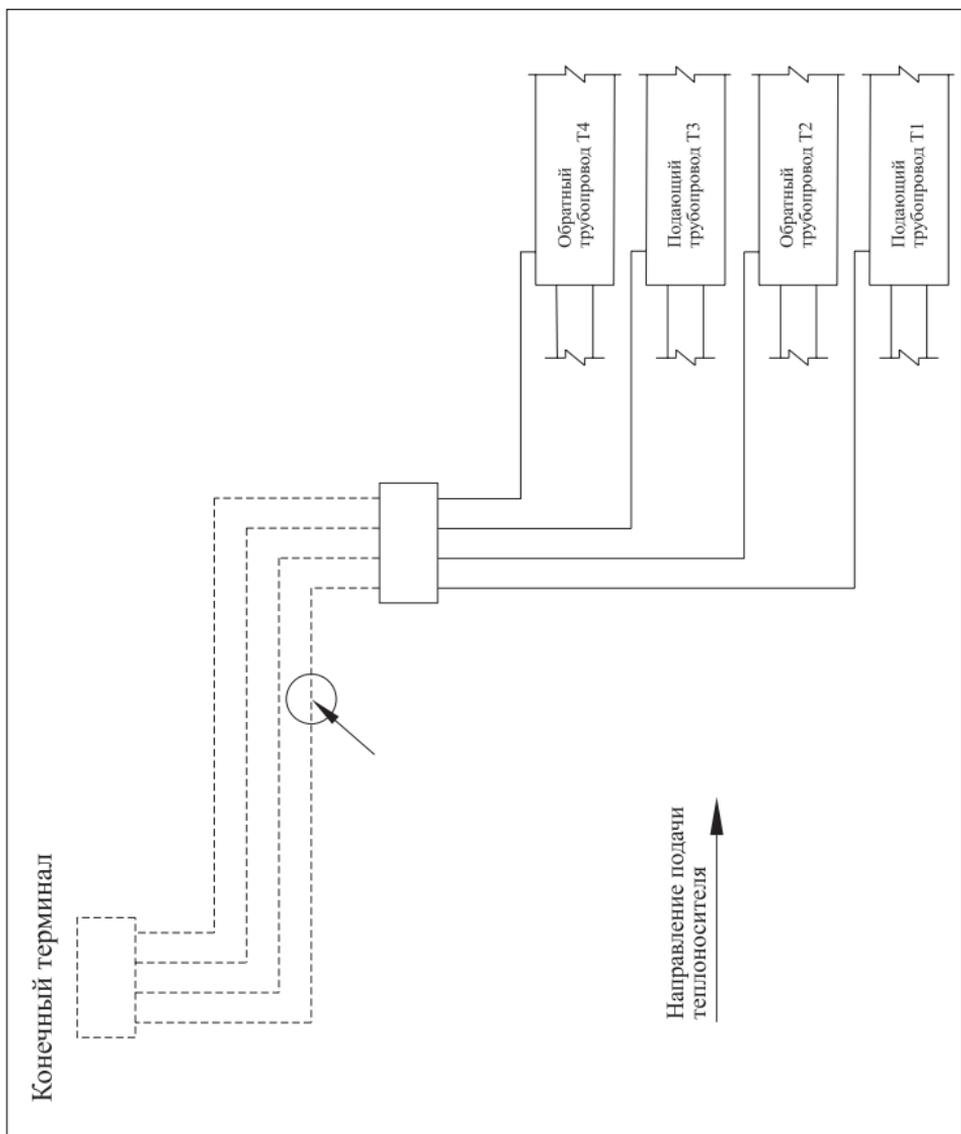

Рис. 5 «Подсоединение кабеля к четырехтрубной системе ОДК»
- 2.3. Подсоединение (наращивание) кабеля к четырехтрубной системе ОДК – Рис. 5, 9.